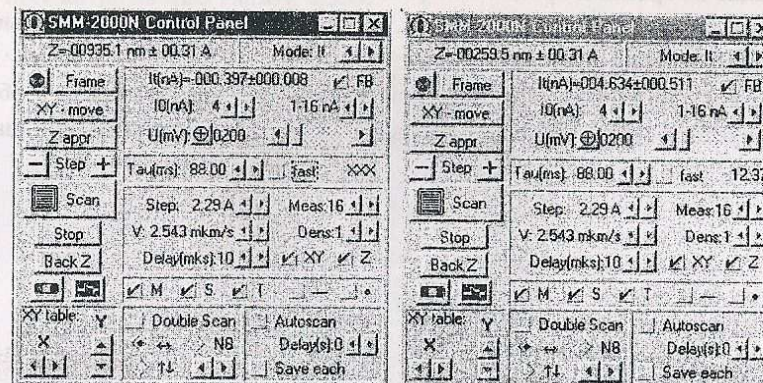

Рис.5. Контрольная панель микроскопа в режиме СТМ – до подвода (слева) и после подвода (справа)
- включите микроскоп иконкой «Z» или через «Scan» – «SMM-2000N Control Panel» (рис. 5);
- если микроскоп перед установкой столика был выключен, необходимо его включить иконкой «Z» или через «Scan» – «SMM-2000N Control Panel». На дисплее возникнет контрольная панель микроскопа SMM-2000 (рис.5);